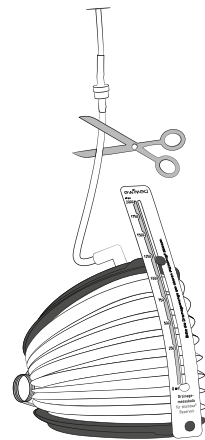

bild 1
4. Klipp av slangen under backventilen* (bild 1). Släng den avklippta slangbiten med slangklämman och munstycket. Använd vid behov den förberedda duken. För att kunna hålla ut vätskan i sugbehållaren i toaletten ska sugbehållaren positioneras upp och ner, så att öppningen på slangen pekar nedåt ovanför